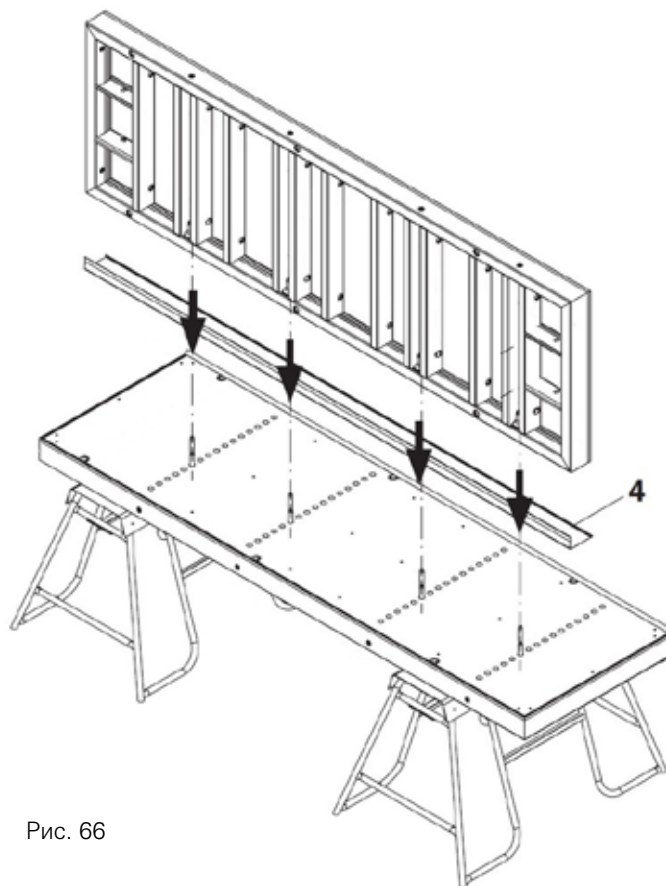

Рис. 66
1. Прикрепить фаскообразователь (4) на боковую сторону элемента.
2. Установить второй колонный элемент (1) на первый колонный элемент (1) (Рис. 66)